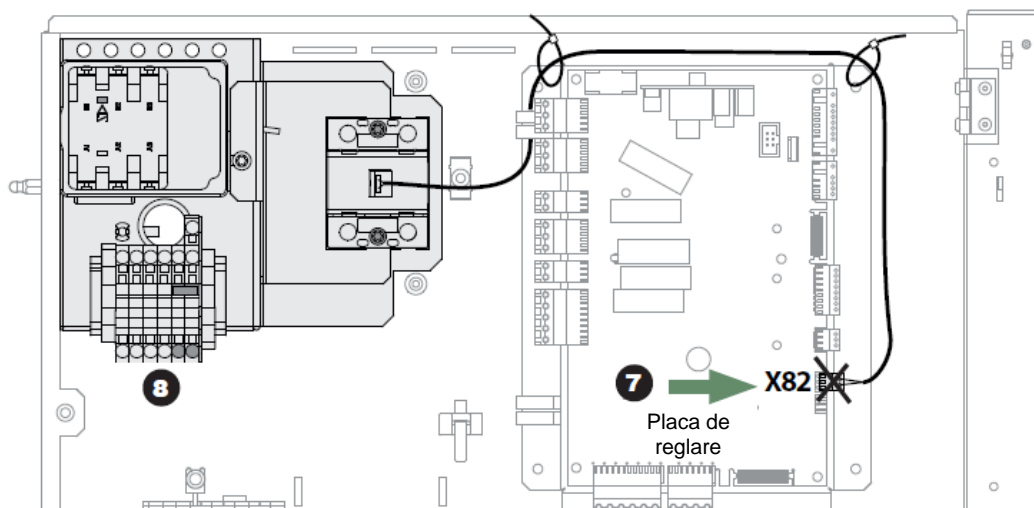

fig. 9 - Decuplarea rezervei electrice trifazate
- **7** – Decuplați conectorul **X82** (rezerva electrică trifazată, a se vedea *fig. 9*).